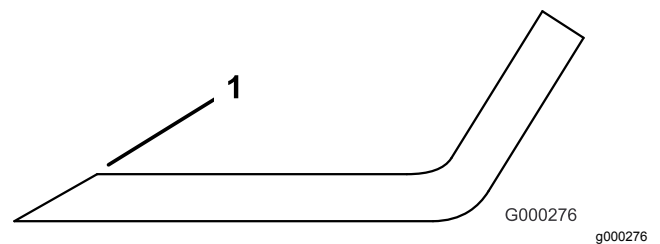

Рисунок 126
3. Проверьте режущие кромки всех ножей и заточите их, если они затупились или имеют зазубрины (Рисунок 126).
Примечание: Чтобы ножи всегда оставались острыми, затачивайте только верхнюю сторону режущей кромки и сохраняйте первоначальный угол заточки (Рисунок 126). Балансировка ножа не нарушается, если с обеих режущих кромок удаляется одинаковое количество материала.